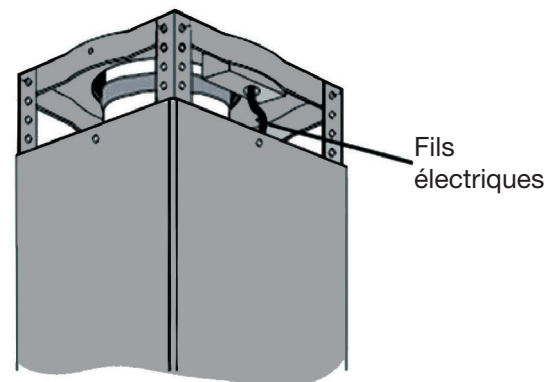

Figure 5
- Passez le câble d'alimentation à travers les cheminées (voir Figure 5).